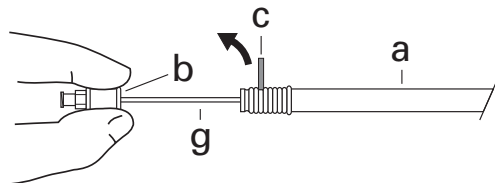

Rys. 4
8. Pociągnąć wstecznie system podawania stentu pod kontrolą fluoroskopową, aż cieniодajne znacznniki stentu (i) zostaną ustawione w żądanej pozycji. Stent jest teraz gotowy do rozprężenia. (Rys. 4)